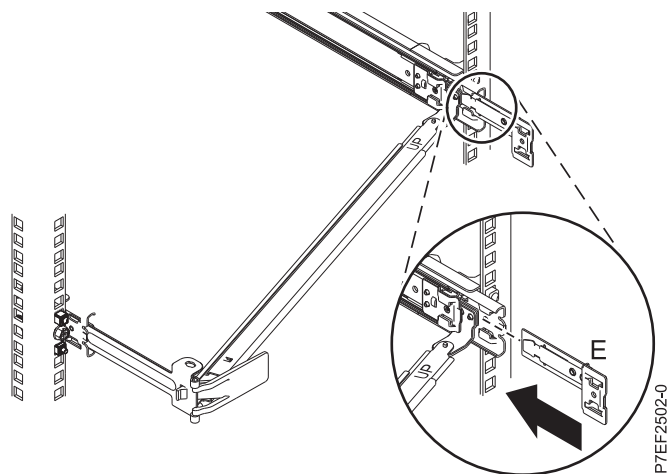

Figura 13. Instalación de la abrazadera de extensión en el riel deslizante
5. Deslice la abrazadera de extensión (**E**) en el riel deslizante derecho hasta que la patilla accionada por resorte quede encajada en su sitio. Para obtener detalles, consulte la Figura 13.